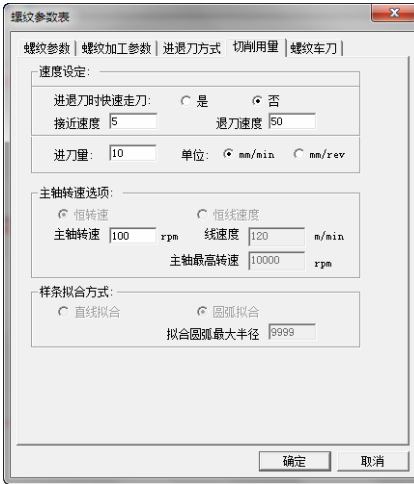

图 4-114 车螺纹切削用量参数设定
5) 单击“切削用量”选项卡，设置切削用量具体参数，进刀量：10，单位：mm/min；主轴转速：100，如图 4-114 所示。